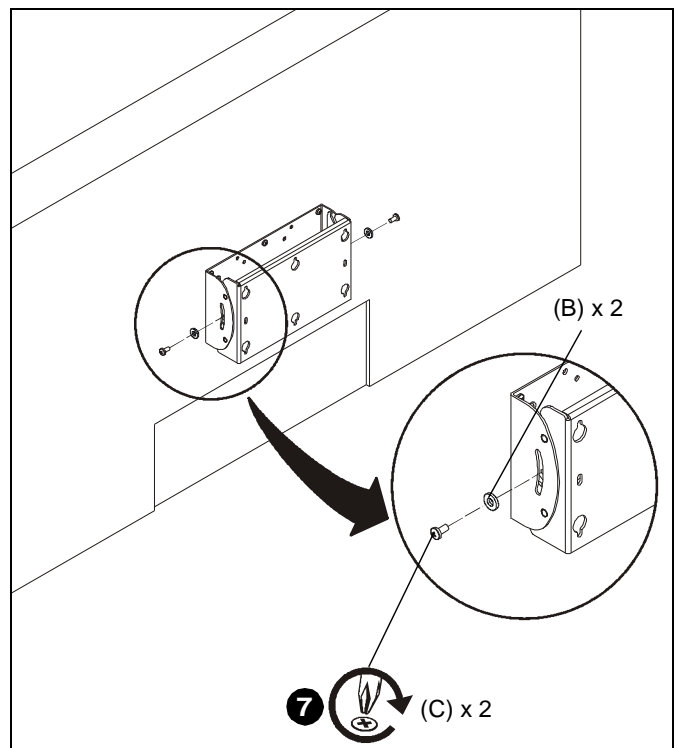

Figura 11
- Utilice dos tornillos Phillips M5 x 10 mm de cabeza cilíndrica (C) y dos arandelas #10 (B) para fijar la placa frontal al soporte de pared. (Consulte la Figura 11)